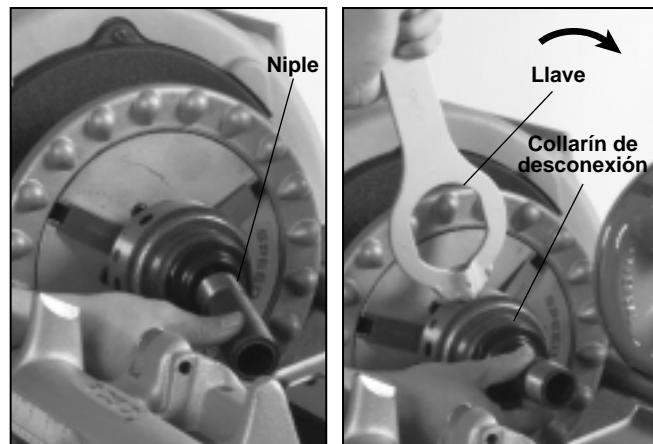

Figura 21 – Instalación del niple no terminado y desenganche del niple terminado por medio de la llave
5. A mano enrosque el niple roscado en un extremo (*Figura 21*) en el adaptador. Mueva el conmutador direccional a ON (adelante) y oprima el interruptor de pie.
6. Inserte la clavija situada en el extremo de la llave (*Figura 21*) en uno de los agujeros del collarín de desconexión y gírela para aflojarlo. Extraiga el niple ya roscado con la mano.